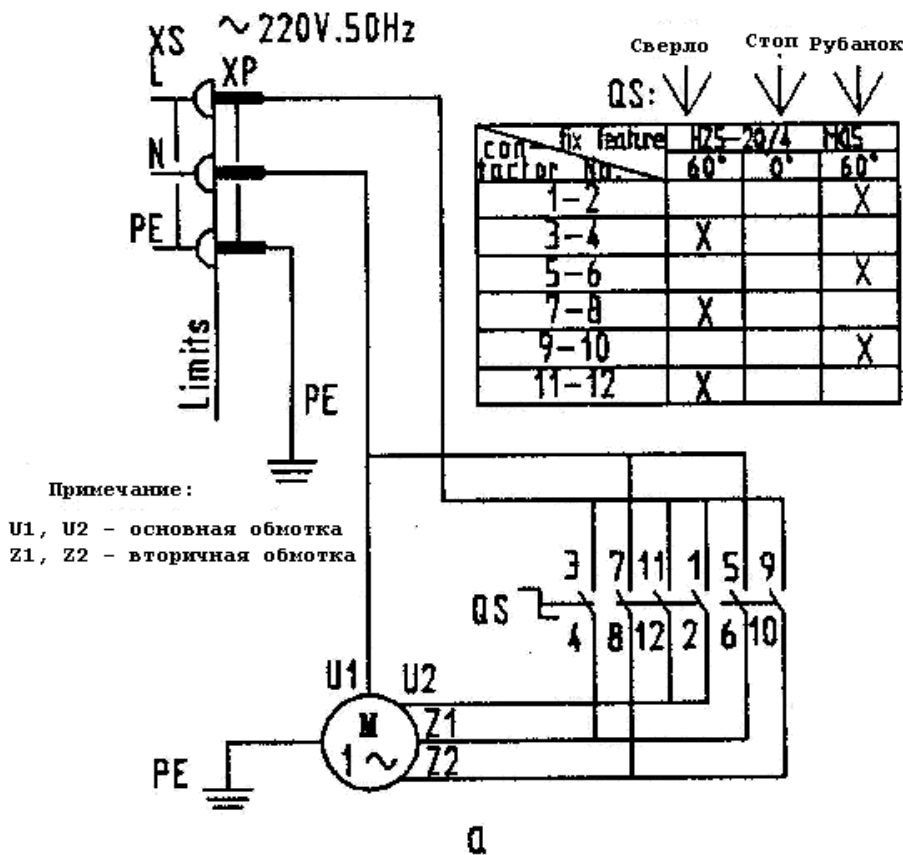

Рис.6 Електрична схема
#### Електрична схема (Рис. 6)
- Електрична схема показана на Рис. 6 або б. Верстат може постачатися з трифазним або однофазним мотором, в залежності від запиту замовника.